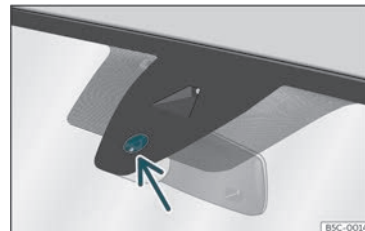

Fig. 96 Surface sensible du détecteur de pluie.
Les causes possibles d'anomalies et d'interprétations erronées *dans la zone de la surface sensible*» fig. 96 du détecteur de pluie peuvent être :
- Nettoyez régulièrement la surface sensible du détecteur de pluie» fig. 96 (flèche) et vérifiez l'état des balais.